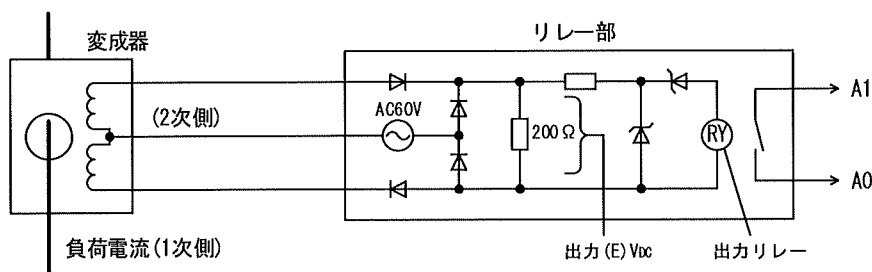

図3. 負荷電流と出力の関係
- (1) 図3のように、変成器の1次側に、正方向の負荷電流が2A以上流れますと、変成器2次側の電流が急激に減衰します。(負過電流が2A以下では、変成器2次側の電流は常時流れた状態になっています)
付図3 無負荷検出装置 (リレー部) 寸法図